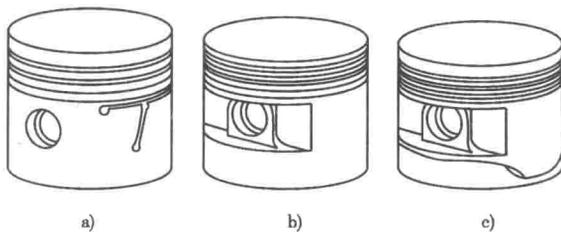

图 2-2 活塞裙部结构
(4)观察活塞的顶部、头部和裙部,参考图 2-2 认识所拆发动机活塞的裙部结构。